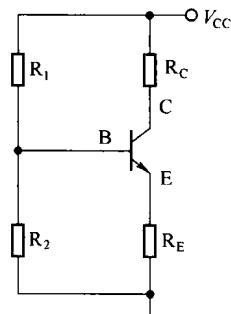

图 1-14 题 20 图
- (4) 由  $P=U^2/R$  可知， $P$  与  $R$  成反比；而由  $P=I^2R$  可知， $P$  与  $R$  成正比。因而， $P=U^2/R$  与  $P=I^2R$  是矛盾的，不成立的。
20. 在图 1-14 电路中， $V_{CC}=6V$ ， $U_{R_1}=4V$ ， $U_{R_C}=2V$ ， $U_{R_E}=1.3V$ 。求： $V_B$ 、 $V_C$ 、 $V_E$  及  $U_{CE}$ 。